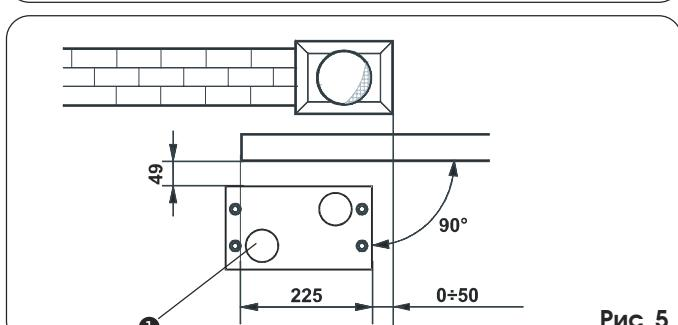

Рис. 5
- 2) Монтажная плата должна располагаться так, как показано на рис.5 (при правостороннем закрывании ворот)